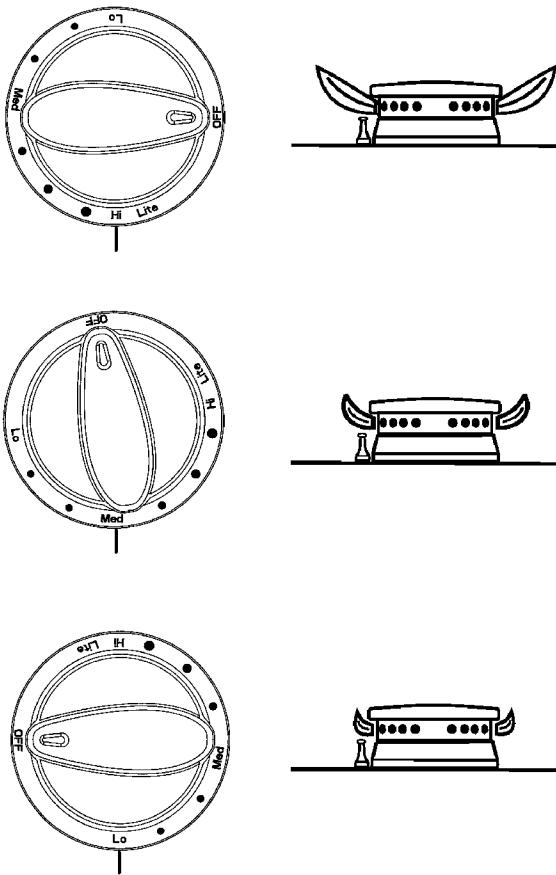

FIGURA 13
Después de terminar los pasos A, B y C de conversión, revise la apariencia de la llama de cada quemador en los ajustes HI y LO contra los de la figura 13. Si las llamas parecen estar demasiado grandes o pequeñas, revise cada paso para asegurar que se realizaron correctamente.
6. Comenzando en la posición LP (vea el n.º 5 de la página 9, bajo C, AJUSTE DE LA LLAMA BAJA), gire el tornillo en contra del sentido de las manecillas del reloj hasta que la llama se estabilice y se vea igual a la del dibujo del ajuste "low" de la figura 13. El ajuste correcto producirá una llama azul regular y uniforme de tamaño mínimo. El ajuste final debe revisarse girando la perilla de alto a bajo varias veces sin apagar la llama.
Después de realizar los pasos A, B y C, revise la apariencia de la llama de cada quemador en el ajuste Hi y Lo contra la figura 13. Si las llamas parecen estar demasiado grandes o pequeñas, asegúrese de que todos los pasos se siguieron correctamente.